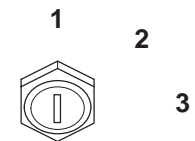

Figure 13
3. Tournez la clé de contact à la position contact coupé (Fig. 13).